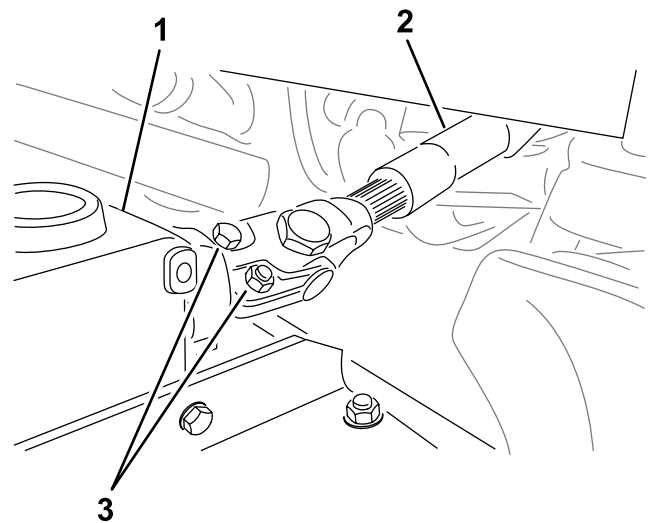

Рисунок 16
3. При установке вала механизма отбора мощности на редуктор установите каждую пару болтов (5/16 x 2 дюйма) и гаек (5/16 дюйма) в противоположных направлениях относительно друг друга (**Рисунок 16**) и затяните гайки с моментом 40 Н·м.